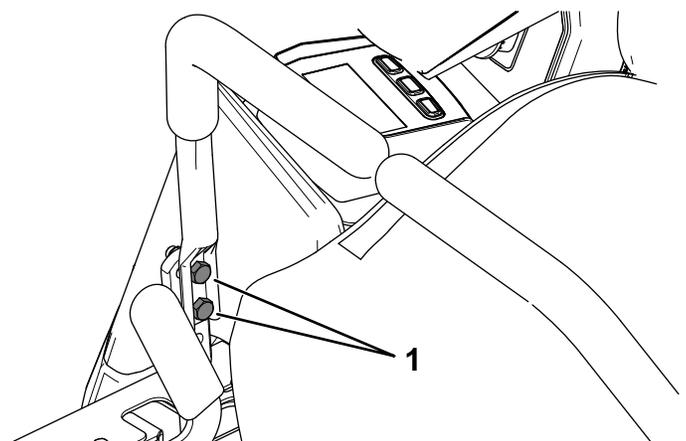

Figura 53
- 12. Serrate i 2 bulloni per il montaggio della leva di comando del movimento (Figura 53).
10. Se è necessario un allineamento, allentate i 2 bulloni per il montaggio della leva di comando del movimento sul lato disallineato (Figura 53).